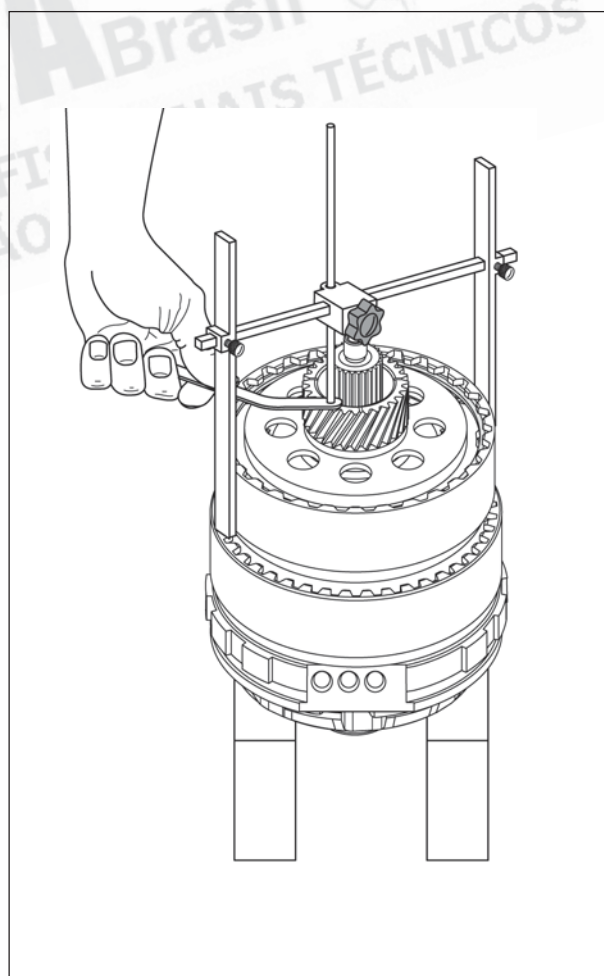

Figura 231
5. Remova a ferramenta H da carcaça, gire-a e posicione-a no conjunto completo composto conforme mostra a figura 231.
6. Meça com o calibre de laminas entre a engrenagem solar de saída e a haste de ajuste da ferramenta, conforme mostra a figura 231.